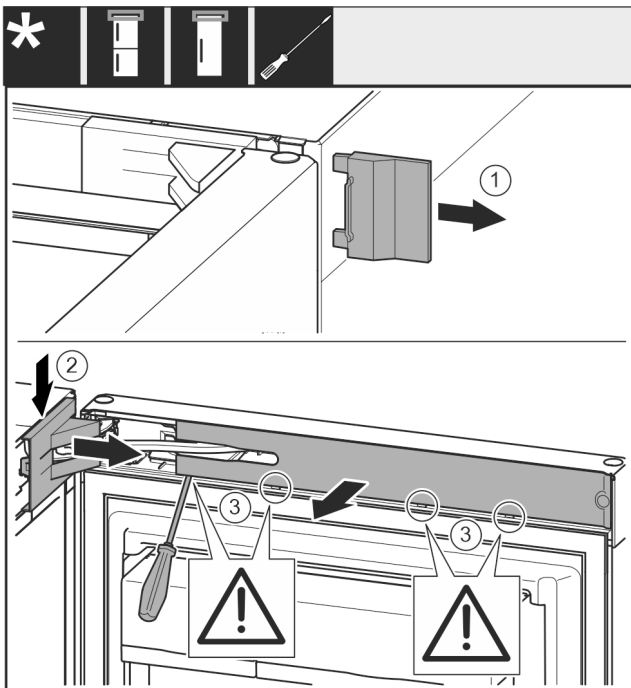

Fig. 9
- Afdekking Fig. 9 (1) wegnemen.
- Lagerbokafdekking Fig. 9 (2) ontgrendelen en losmaken.
- Lagerbokafdekking Fig. 9 (2) wegnemen.
- Paneel Fig. 9 (3) met een platte schroevendraaier ontgrendelen en opzij draaien.